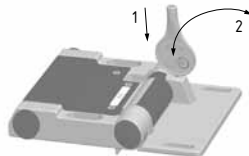

Fig. 7
7. Dopo avere completato l'impostazione e la verifica dell'angolo di intervento, è necessario inserire a pressione il tappo di chiusura dell'apertura di regolazione, che si trova sulla testa della chiave di regolazione (1), e staccarlo da quest'ultima mediante un movimento laterale (2) della chiave (Fig. 7).